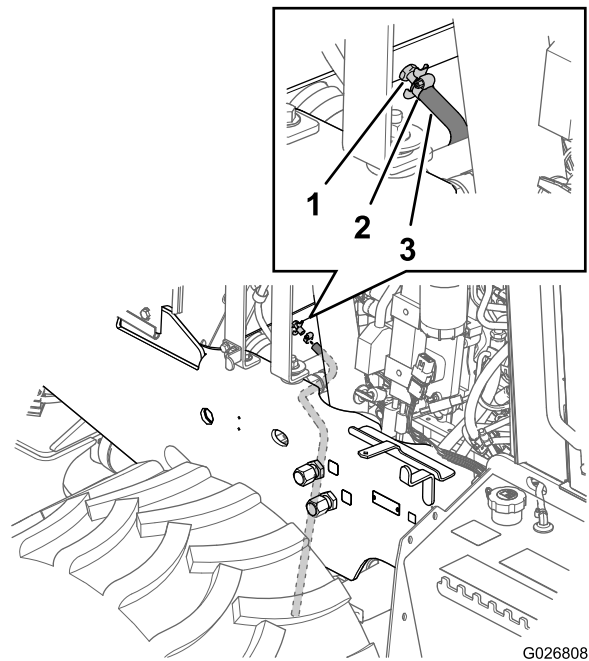
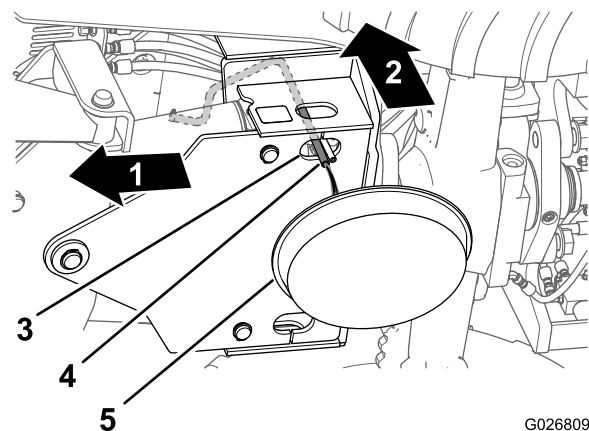
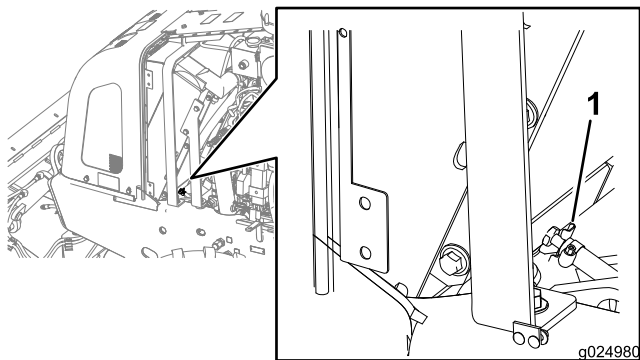

Figura 99
Figura 100
Figura 101
4. Conecte una manguera resistente al refrigerante de 3/8 x 30 pulgadas sobre la salida de la válvula de vaciado del radiador (Figura 99).
5. Sujete la manguera a la válvula de vaciado con una abrazadera (Figura 99).
6. Enrute la manguera hacia abajo y a través del orificio de la placa de montaje inferior de la cuchilla de relleno (Figura 100).
7. Coloque un recipiente de vaciado con capacidad mínima de 23 L (6 galones) debajo del extremo abierto de la manguera de vaciado (Figura 100).
9. Cierre la válvula de vaciado (Figura 101).
10. Retire la manguera de vaciado y la abrazadera (Figura 99 y Figura 100).
- A. Asegúrese de que el radiador ha sido vaciado de refrigerante y que la válvula de vaciado está cerrada (Figura 101).
- D. Abra el tapón de vaciado y drene la solución de limpieza en un recipiente (Figura 99 y Figura 101).
- E. Cierre la válvula de vaciado (Figura 101).
- C. Abra la válvula de drenaje (Figura 101) y drene el agua en un recipiente de vaciado.